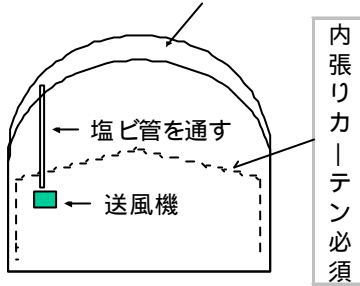

図1 空気二重膜ハウス構造図
1. 高原地域イチゴ栽培で空気二重膜を取り入れると、重油消費量を28%削減することができる。ただし、空気二重膜ハウスでも内張りカーテンは必要である(図1、表1)。